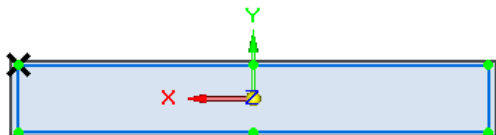

图 8.13.216 矩形阵列轮廓
(1) 选取要阵列的特征。选取上一步所创建的冲压除料为阵列特征。
(2) 选择命令。单击“主页”功能选项卡“阵列”工具栏中的阵列按钮。
(3) 定义要阵列草图平面。选取俯视图 (XY) 面为阵列草图平面。
(4) 绘制矩形阵列轮廓。单击“特征”区域中的按钮，绘制图 8.13.216 所示的矩形。
① 定义阵列类型。在“阵列”命令条  后的下拉列表中选择 **固定**。
② 定义阵列参数。在“阵列”命令条 **X:** 后的文本框中输入阵列个数为 3, 输入间距为 875; 在“阵列”命令条 **Y:** 后的文本框中输入阵列个数为 2; 输入间距为 251; 单击右键确定。
③ 单击  按钮, 退出草绘环境。
(5) 单击  按钮, 完成特征的创建。